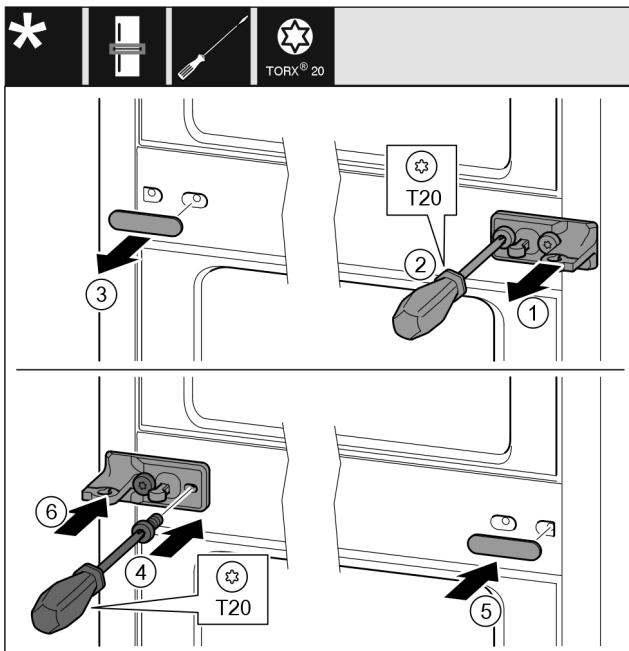

Fig. 33
- Зніміть перстину. Fig. 33 (1)
- Викрутіть гвинти за допомогою викрутки T20. Fig. 33 (2)
- Обережно зніміть кришку. Fig. 33 (3)
- Опорний кронштейн із півкою, повернути на 180°, закріпіть гвинтами з іншого боку. Fig. 33 (4)
- Кришку, яка повернута на 180°, розмістіть з іншого боку. Fig. 33 (5)
- Встановіть перстину спереду. Fig. 33 (6)